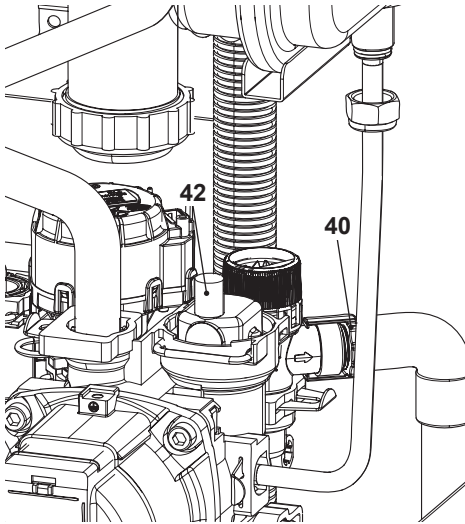
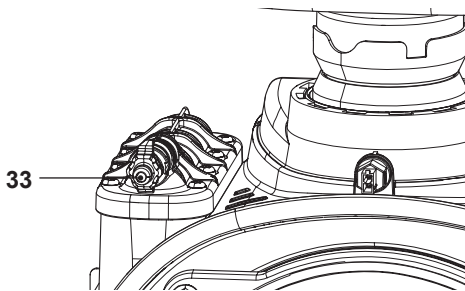

Figura 9.6
Figura 9.7
- Svitare in senso antiorario il raccordo 40 della valvola di sicurezza che funge anche da scarico in Figura 9.6.
- Per facilitare lo svuotamento, alzare il tappo 42 della valvola di sfogo automatica in Figura 9.6 e allentare il raccordo di sfogo scambiatore primario condensante 33 in Figura 9.7.